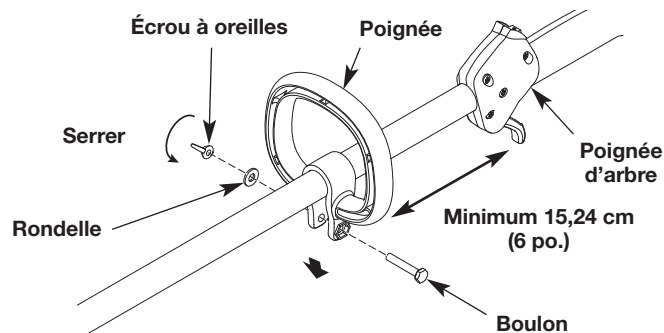

Fig. 3
1. Poussez la poignée sur le tube de l'arbre (Fig. 3). Le trou de boulon hexagonal dans la poignée doit être orienté vers la gauche.
2. Insérez le boulon dans le trou hexagonal et poussez-le à travers (Fig. 3). Placez la rondelle sur le boulon. Vissez l'écrou à oreilles sur le boulon, mais sans le serrer complètement.
3. Tout en tenant l'appareil en position d'utilisation (Fig. 8), déplacez la poignée à la hauteur vous assurant la meilleure prise en main. Placez-la à 15,24 cm (6 po.) au moins de l'extrémité de la poignée d'arbre (Fig. 3).
1. Desserrez l'écrou à oreilles (Fig. 3).
2. Tout en tenant l'appareil en position d'utilisation (Fig. 8), déplacez la poignée à la hauteur vous assurant la meilleure prise en main. Placez-la à 15,24 cm (6 po.) au moins de l'extrémité de la poignée d'arbre (Fig. 3).